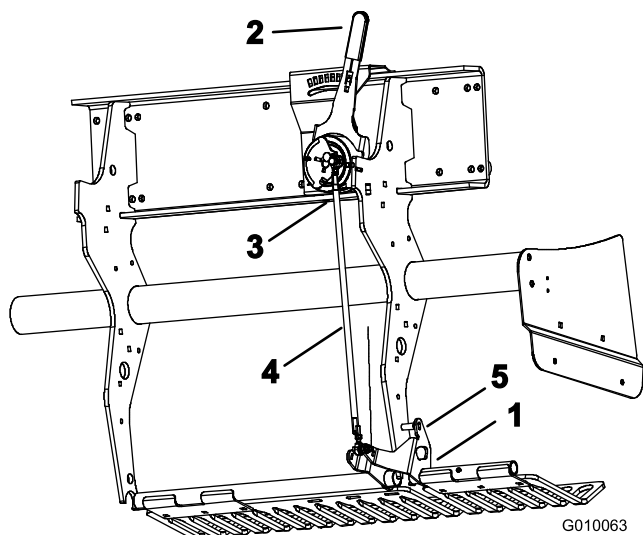

Figura 59
1. Gire el soporte de montaje izquierdo del protector de césped (Figura 59) hacia arriba hasta que pueda introducir un pasador (broca o tornillo de caperuza de 5/16) entre el soporte y el tubo de ajuste de profundidad soldado al bastidor.
2. Mueva la palanca de profundidad de aireación (Figura 59) al ajuste H (mayor profundidad).
3. Desconecte el interruptor de bola externo (Figura 59) del arnés de cables (interruptor de cabezal bajado).
4. Afloje las contratuercas (izquierda y derecha) del tirante de ajuste de profundidad (Figura 59).